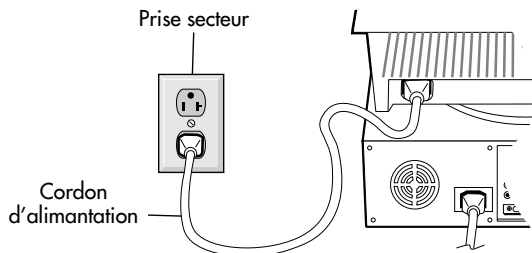

Figure C.1
- Connecter une extrémité du cordon d'alimentation sur le moniteur MultiSync® M700^{MC} l'autre extrémité sur la prise secteur (**Figure C.1**).